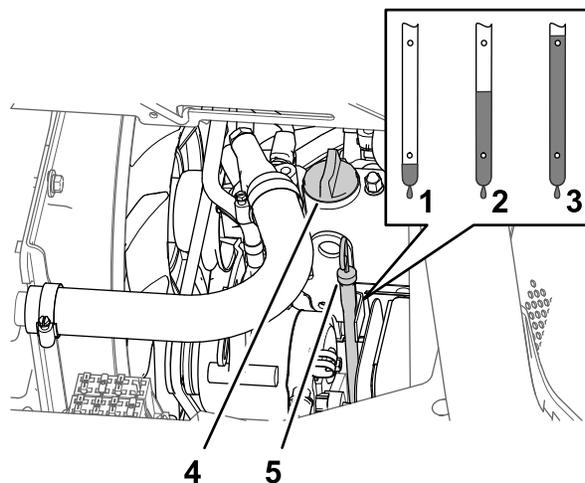

図 77
5. エンジンバルブカバー【図 77】からオイル補給口のキャップを取り、所要量の約 80% のオイルを入れる。
6. ディップスティックの目盛りで油量を点検する【図 77】。
7. ディップスティックの FULL マークに達するまで補給口から残りのオイルをゆっくりと補給する【図 77】。
8. 補給口にキャップとディップスティックを取り付ける【図 77】。